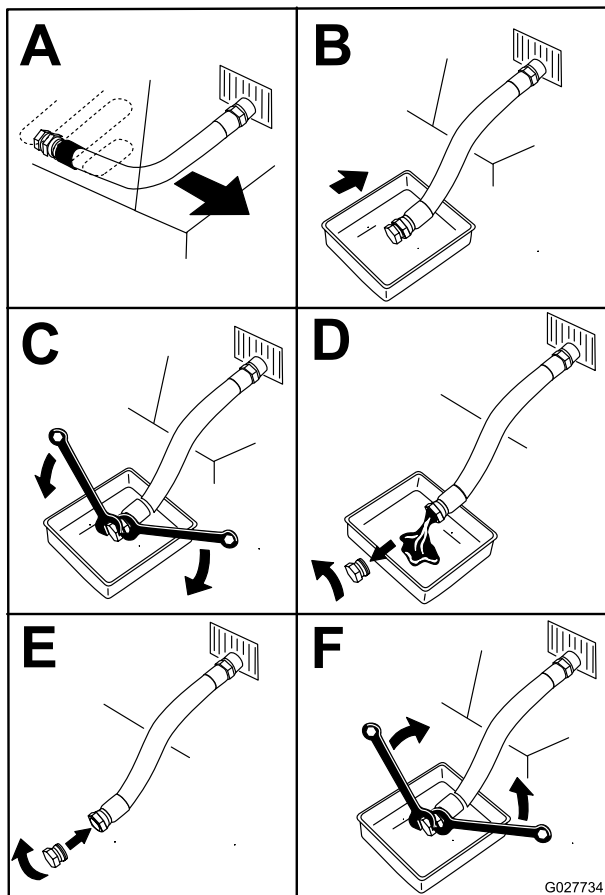

Bild 53
3. Stellen Sie vor dem Verlassen des Fahrersitzes den Motor ab, ziehen Sie den Schlüssel ab und warten Sie, bis alle rotierenden Teile zum Stillstand gekommen sind (Bild 53).